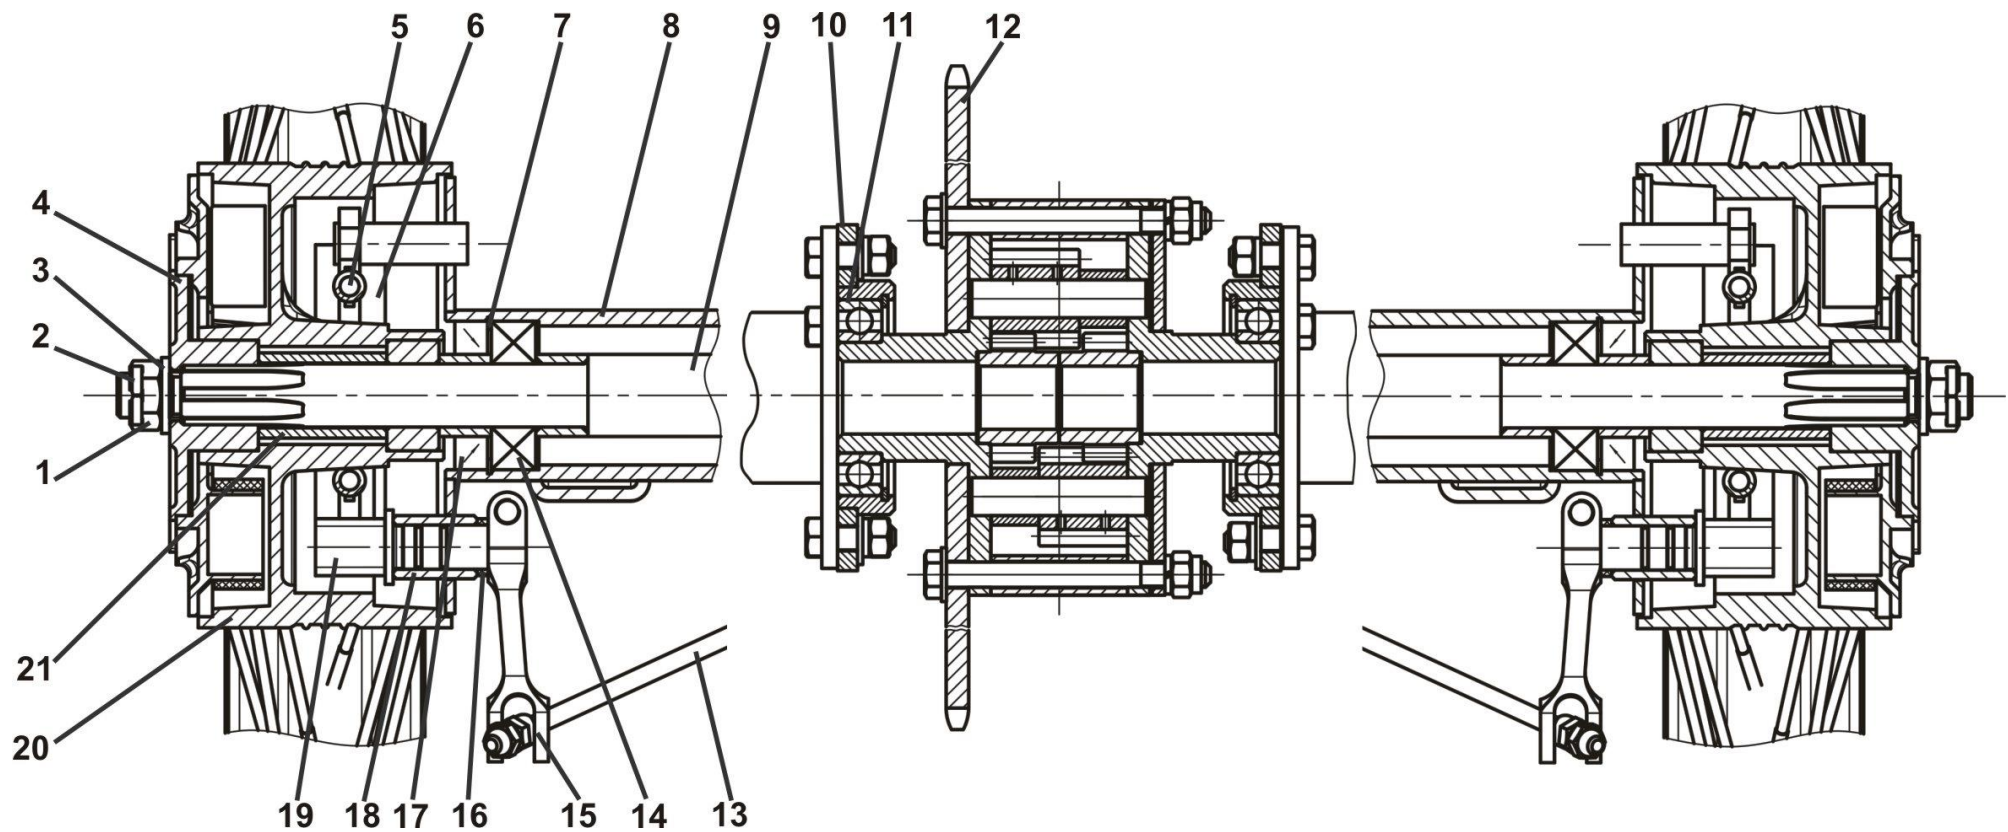

Рис. 8. Привод заднего колеса
Для снятия заднего колеса выполн**ить** следующее (см. рис. 8):
- сн**ять** колесо 20 (рис. 8).